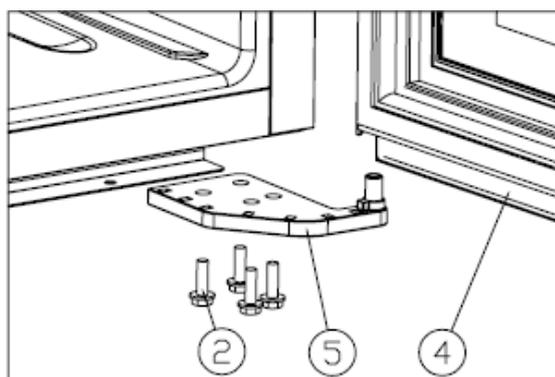

Рис. 2
Открутите винты M5*16 (2), демонтируйте правую нижнюю петлю (5) (Рис. 2).